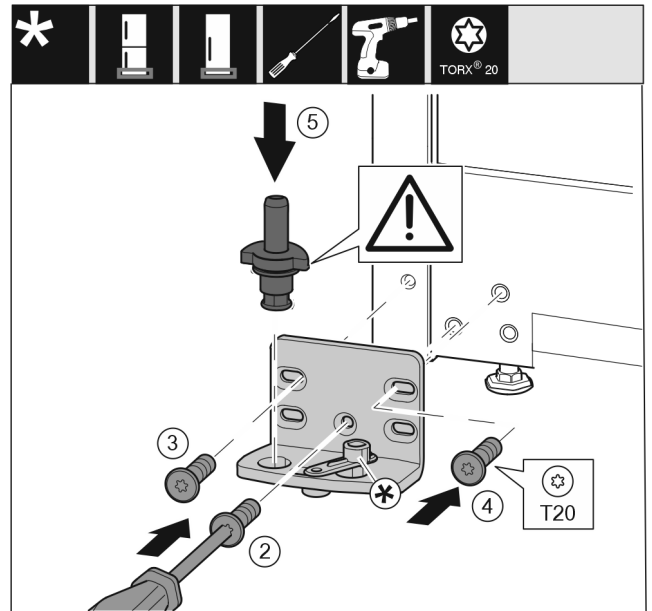

Fig. 16
- ▶ Coloque el soporte de cojinete en el otro lado y atorníllelo con la ayuda de un destornillador T20. Comience por el tornillo 2 en la parte inferior central. Fig. 16 (2)
- ▶ Atornille los tornillos 3 y 4. Fig. 16 (3,4)
- ▶ Coloque el perno de cojinete completo. Preste atención a que el saliente de retención esté orientado hacia detrás. Fig. 16 (5)